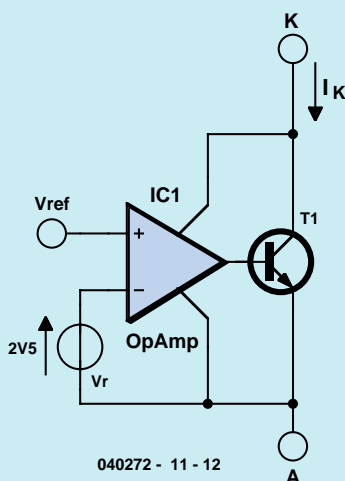

Figure 3. Schéma de principe du TL431.
Il s'agit, en ce qui concerne le TL431, d'un « régulateur de tension shunt » conçu de la façon schématisée représenté en **figure 3**. On commencera, pour résoudre l'énigme du jour, par imaginer comment travaillerait l'amplificateur en l'absence de C1. On essaie ensuite d'imaginer pourquoi C1 n'a (pratiquement) pas d'effet sur ce fonctionnement. On pourra commencer, en simplifiant, supposer que l'ampli op TL431 est idéal.
Il est étonnant de constater que l'on mesure, sur ce circuit, une tension de sortie négative U. Sa valeur relevée de façon classique se situe entre $U = -0,25 \text{ V}$ et $U = -0,4 \text{ V}$. Comment expliquer qu'un unique transistor puisse inverser une tension continue ? La question se trouve dans la littérature citée en bibliographie et voici la réponse : La jonction base-émetteur du transistor est attaquée dans le sens inverse (au travers d'une résistance de limitation de courant de $1 \text{ k}\Omega$, cf. figure 3). Aux bornes du condensateur électrochimique on dispose d'une tension d'alimentation de 15 V . À cette tension, la
Figure 3. Réalisation d'un appareil isolé en classe II. (1) La prise est moulée sur le cordon lui-même muni d'un dispositif anti-traction (2). Indiquez la nature de la tension de service à proximité du porte-fusible (3). La partie apparente de l'interrupteur (4) sera de préférence en matière plastique. L'écart entre les contacts (5) et le châssis devra être de 6 mm au moins, tout comme l'écart entre le noyau du transformateur et son environnement (7). Rajoutez une gaine isolante (6) et n'utilisez que du fil (8) de 0,75 mm dont la gaine est épaisse de 0,4 mm au moins. Le moyen de fixation de la platine (9) doit être à l'épreuve des secousses. Il n'est pas interdit d'entrer en contact avec la masse du circuit (10) et le coffret peut être métallique (11) si le circuit primaire est en double isolation.